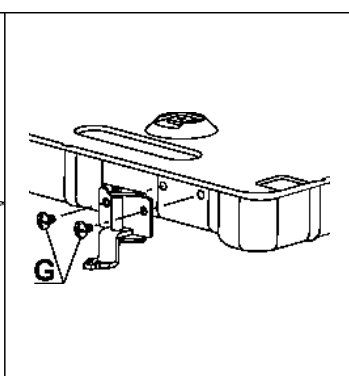

FIG. 6
- Togliere la striscia di carta protettiva della guarnizione, infilare i ganci negli appositi alloggiamenti sul piano e posizionare il piano nel foro praticato sul mobile e bloccarlo con le apposite viti "G" di fissaggio (vedi fig. 6).